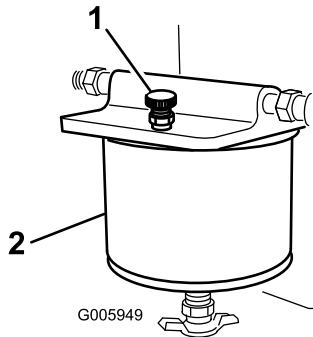

Bild 33
3. Öffnen Sie die Entlüftungsschraube oben am Kraftstofffilter, um die Glocke mit Kraftstoff zu füllen (Bild 33).